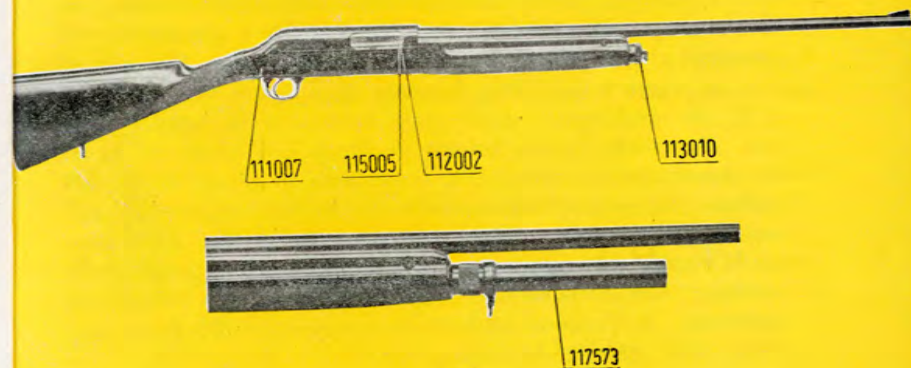

Fig. 1
con bindella ventilata, oppure liscia con il semplice zoccolo porta-mirino (vedere fig. 1).
al desiderio di molti cacciatori è stata ideata e costruita una prolunga del serbatoio (117573, fig. 1) che consente di aumentare di altri due i colpi normali disponibili nel serbatoio.
3.1. Si ponga la leva della sicura 111007 (Fig. 1) in posizione di sparo, quindi tenendo il fucile con la sinistra, si tiri con la mano destra la maniglia del carrello di armamento 112001 dell'otturatore (vedi fig. 1) fino a che questo rimane agganciato. Si riporti la leva della sicura in posizione di sicurezza. Si introduca per l'apertura rimasta libera una cartuccia in canna. Si prema quindi il bottone 115005 che si trova sul lato destro della cartuccia in camera.
3.2. Si capovolga l'arma e, tenendo premuto il bottone 115005 (vedi fig. 1) si spinga l'elevatore contro l'otturatore. Si lasci quindi andare il bottone, l'elevatore rimarrà bloccato in posizione di caricamento permettendo l'introduzione delle cartucce nel serbatoio. Eseguito il caricamento si prema di nuovo il bottone; l'elevatore tornerà nella sua posizione primitiva (vedi fig. 3).
3.3. Si tolga la sicura facendo girare la leva 111007 (vedi fig. 1) in posizione orizzontale, l'arma è così pronta per il tiro.
Si mandi l'otturatore in chiusura premendo il bottone 115005 (vedi fig. 1), quindi si capovolga il fucile e premendo nuovamente il bottone 115005 si spinga l'elevatore in basso contro l'otturatore; abbandonando il bottone si lasci l'elevatore bloccato in questa posizione (vedi fig. 3). Premendo la leva (115551) contro la quale si appoggia il fondello della prima cartuccia, con l'indice della mano sinistra come segnato nella fig. 4, la cartuccia uscirà dal serbatoio. Ripetendo l'operazione per ogni cartuccia contenuta nel serbatoio, questo potrà essere rapidamente scaricato.